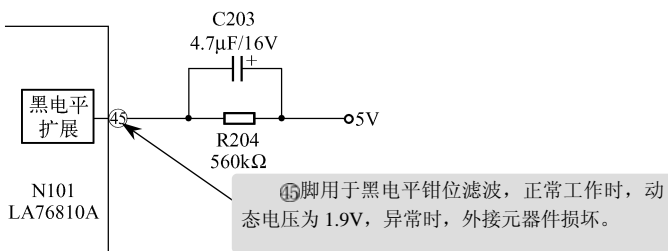

图 7-11 黑电平扩展滤波电路故障检修
检查与分析：首先注意观察，发现图像画面场幅中间的约 12cm 宽横向浅亮带，类似字符菜单的衬底，但伴音始终正常。根据故障现象，可初步认为是视频消隐或黑电平钳位等功能异常。检修时可首先注意检查 N101 (LA76810A) 有关视频信号处理功能的引脚电压，发现④脚电压始终为 2.0V，正常时动态电压为 1.9V，静态电压为 2.0V。因而怀疑外接元器件有故障。再进一步检查，C203 开路，将其换新后，故障被排除，如图 7-11 所示。